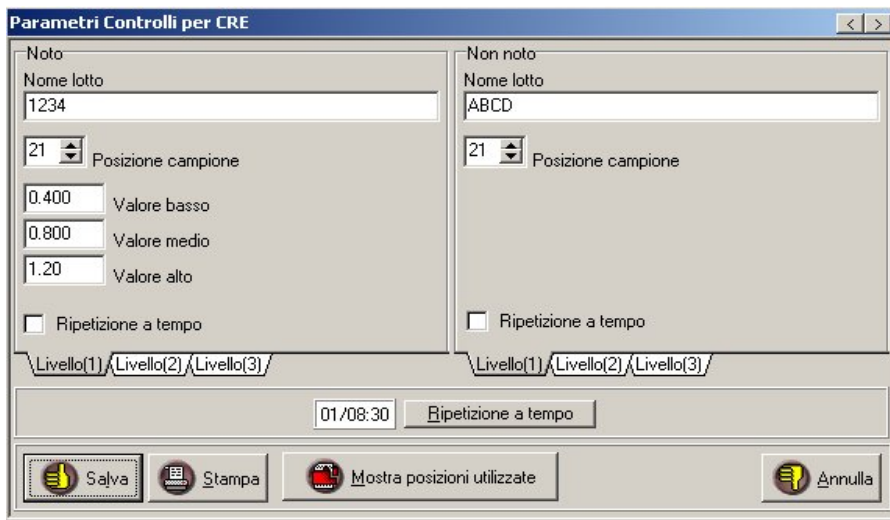

Fig. 9
- **Controlli noti:** introdurre il nome o numero di lotto, quindi il valore basso, medio e alto, relativi al controllo in uso. Digitare la posizione sul piatto campioni, già attribuita ai controlli nel programma di **Setup**, compresa nella corona interna del piatto (fig. 9).
- **Controlli non noti:** introdurre nome o numero di lotto e digitare la posizione sul piatto campioni. Le posizioni riservate sono quelle già attribuite nel programma di **Setup** (fig. 9).